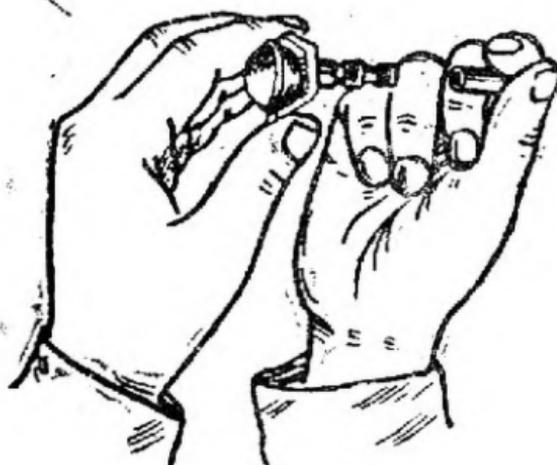

РИС. 2
5. Осторожно надеть детонатор на трубку с замедлителем (рис. 2).